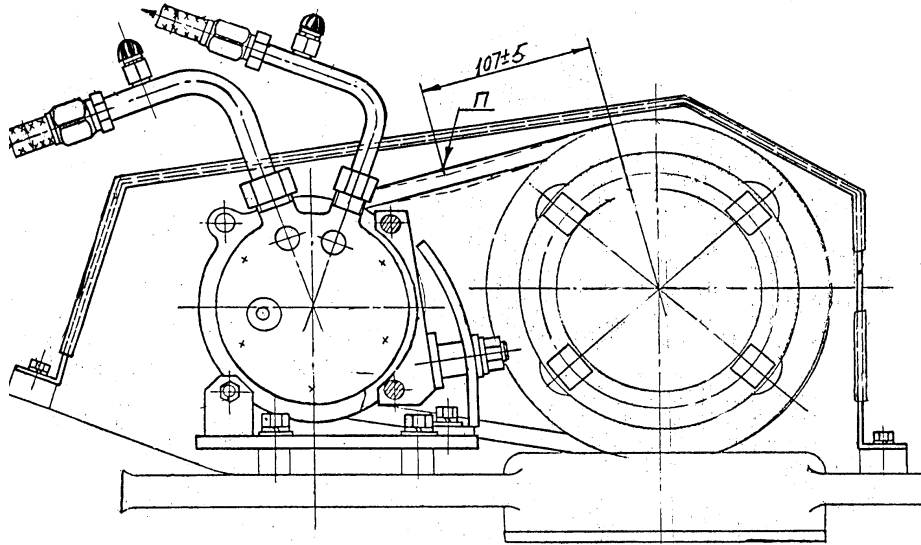

Рис. 41. Регулировка натяжения ремня привода компрессора
2. При проведении ТО-1, ТО-2, ТО-3 проверять и, при необходимости, регулировать натяжение ремня привода компрессора. Прогиб ремня (рис. 41) при приложении усилия $4 \pm 0,2$ кг в точке "П" должен быть в пределах 9...14 мм.